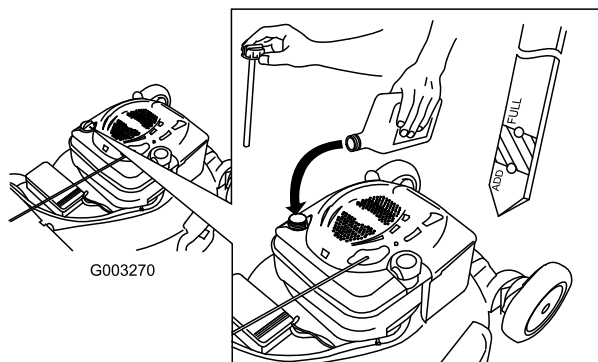

Bild 39
4. Füllen Sie das Öl **langsam** in den Einfüllstutzen ein, um den Ölstand auf die Marke Voll am Peilstab anzuheben. **Bild 39 Füllen Sie nicht zu viel ein.** (Max. Füllstand: 0,59 l des Typs: Waschaktives SAE 30-Öl mit der Klassifizierung SF, SG, SH, SJ, SL oder höher durch das American Petroleum Institute (API).)